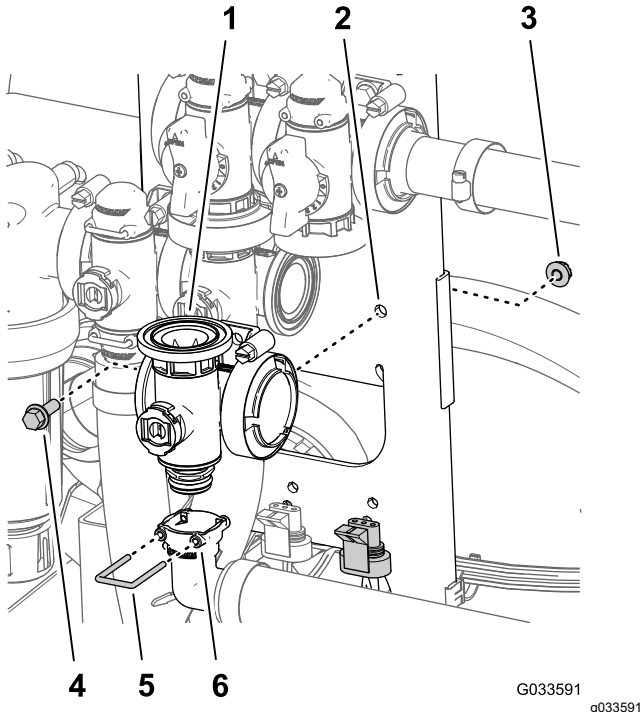

Bild 130
- Fluchten Sie die Buchse des 90°-Auslaufanschlusstückes unten am Verteiler für das Hauptauslegerventil mit dem Kupplungsanschlusstück aus (Bild 130).
- Stecken Sie einen Halter in die Buchse des Auslaufanschlusstückes, um das Kupplungsanschlusstück des Auslaufanschlusstückes zu befestigen (Bild 130).